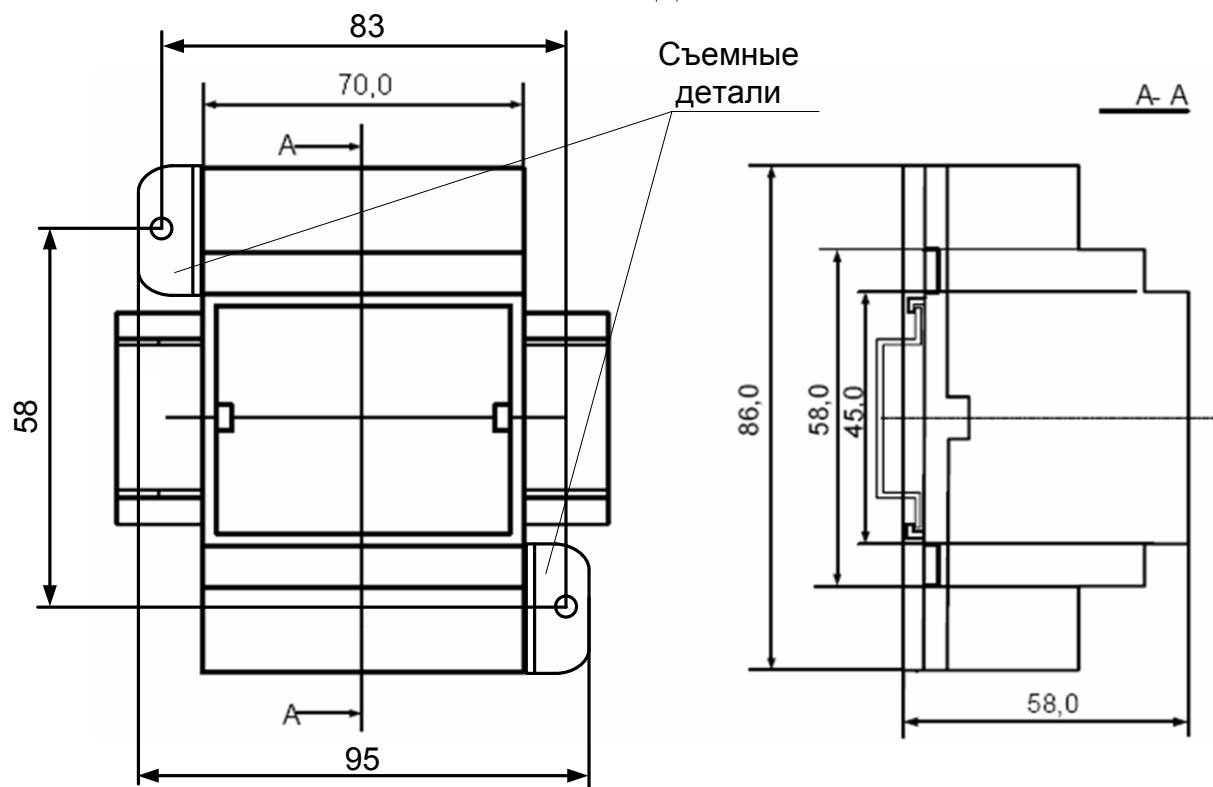

Рисунок 3 Габаритные и присоединительные размеры блока питания PSM-36-24
8.1 Блок питания устанавливается на монтажную шину NS 35/7,5 (NS 35/15) по стандарту DIN в шкафах систем промышленной автоматики (рис. 2). Возможен монтаж блока на вертикальной панели с помощью винтов (рис. 3). Детали крепления В6600334 в комплект поставки не входят и заказываются дополнительно.